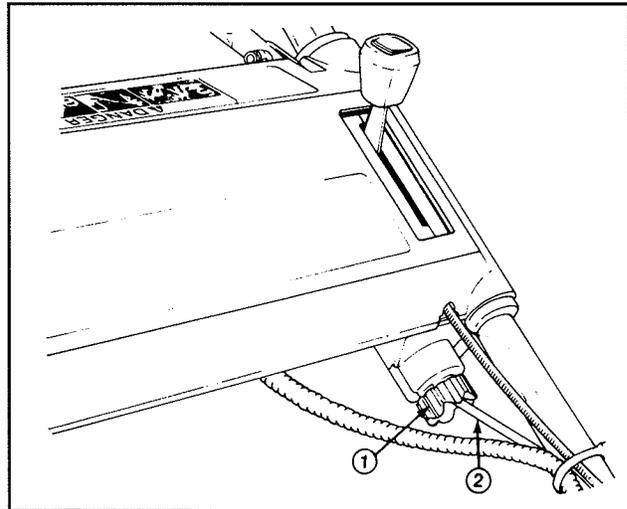

Abbildung 19
- Den Einstellkopf (Abb. 19) um eine Halbe Umdrehung im Uhrzeigersinn drehen, um den Antriebsrahmen zu spannen, oder um eine halbe Umdrehung gegen den Uhrzeigersinn, um ihn zu locken. Dabei sollten Sie das Kabel halten, damit es sich nicht mitdrehen kann.